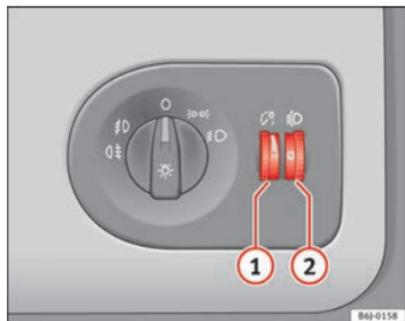

Fig. 56 Tablero de instrumentos: reguladores de la iluminación de instrumentos y mandos y del alcance de los faros
Con las luces encendidas se puede regular la intensidad de la luz de los instrumentos y mandos girando la ruedecilla moleteada ⇒ fig. 56 ①.